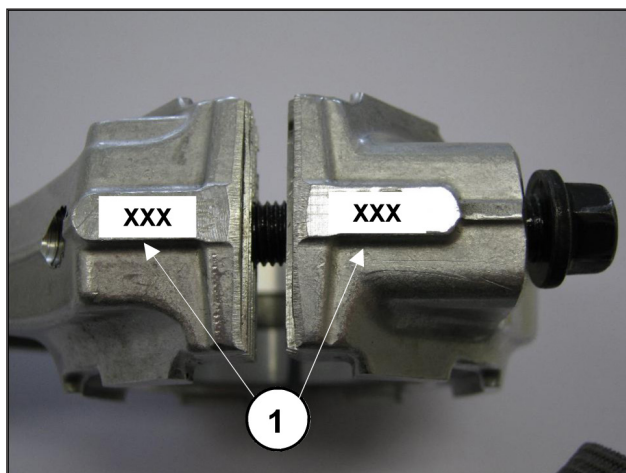

Fig. 9
- Assembler les chapeaux de bielles aux corps respectifs en vous référant à la numérotation (Fig. 9, rep. ①).